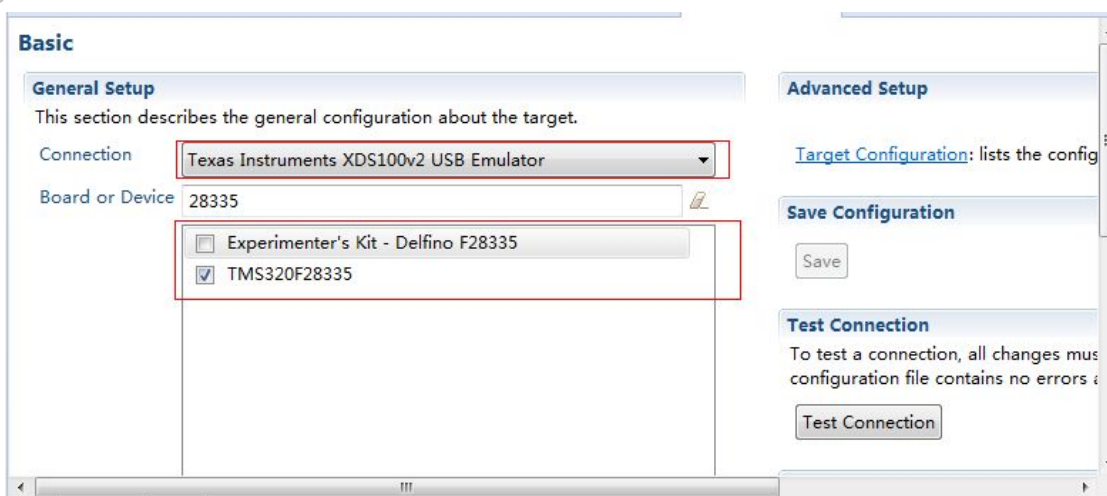

图 3-1-3
- 在 connection 一栏中选择 Texas Instruments XDS100 v2 USB Emulator, Device 一栏中选择 TMS320F28335, 如下图 3-1-3 所示: